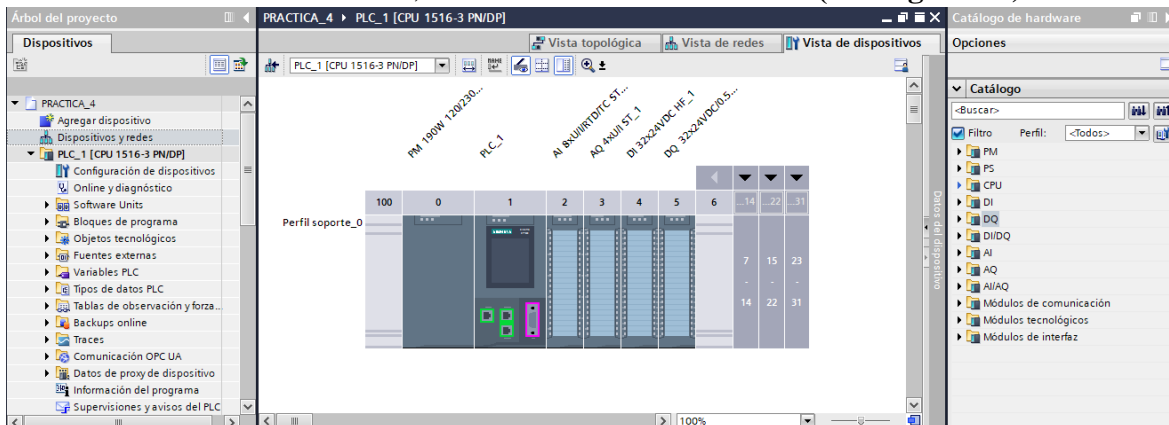

Figura 23. Módulos del controlador.
(3) Después de agregar el dispositivo, el mismo aparece en la ventana “Dispositivos y Redes”, para que el controlador funcione de manera correcta se debe agregar los módulos que componen al controlador. Posteriormente se procede a agregar los módulos siguiendo los siguientes pasos:
- Para agregar el “Módulo de salidas digitales” hacer clic en “DQ” / “DQ 32x24VDC/0.5A HF” / “6ES7 522-1BL01-0AB0”, seleccionar la versión “V1.1” (ver Figura 23).